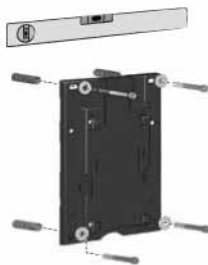

Рис. 3 Расположение монтажной плиты
- Монтажную плиту можно использовать в качестве шаблона для сверления, расстояния для сверления см. на рис. 3.